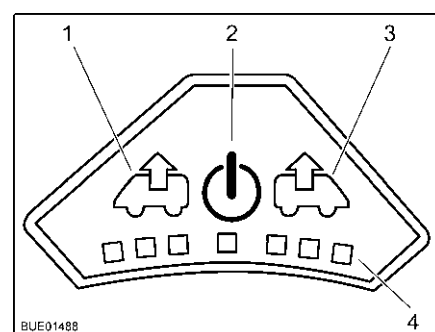

Fig. 63 Panneau de commande du ventilateur
- Appuyer sur la touche Marche/Arrêt (Fig. 63,2). Le ventilateur fonction en mode confort (aération à faible vitesse de rotation).
- Pour augmenter la vitesse de rotation du ventilateur, appuyer sur la touche Ventiler (Fig. 63,1). La vitesse de rotation du ventilateur augmente d'un niveau de puissance dans le sens de l'échappement. Les DEL (Fig. 63,4) montrent les niveaux de puissance.
- Pour réduire la vitesse de rotation du ventilateur, appuyer sur la touche Aérer (Fig. 63,3). La vitesse de rotation du ventilateur diminue d'un niveau de puissance.
- Pour augmenter la vitesse de rotation du ventilateur, appuyer sur la touche Aérer (Fig. 63,3). La vitesse de rotation du ventilateur augmente d'un niveau de puissance dans le sens de l'aération. Les DEL (Fig. 63,4) montrent les niveaux de puissance.
- Pour réduire la vitesse de rotation du ventilateur, appuyer sur la touche Ventiler (Fig. 63,1). La vitesse de rotation du ventilateur diminue d'un niveau de puissance.
- Appuyer sur la touche Marche/Arrêt (Fig. 63,2). Le ventilateur s'arrête, les DEL s'éteignent.